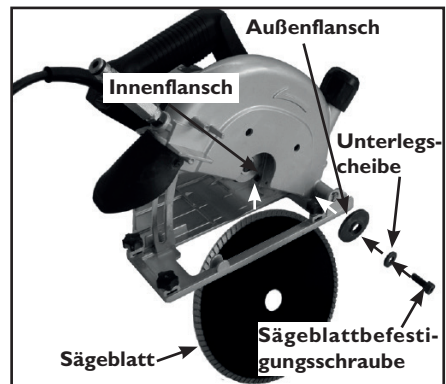

Abb.2
3. Montieren Sie den äußeren Flansch, Kühlwasseranschluss und die Befestigungsmutter. Siehe Abb.2.